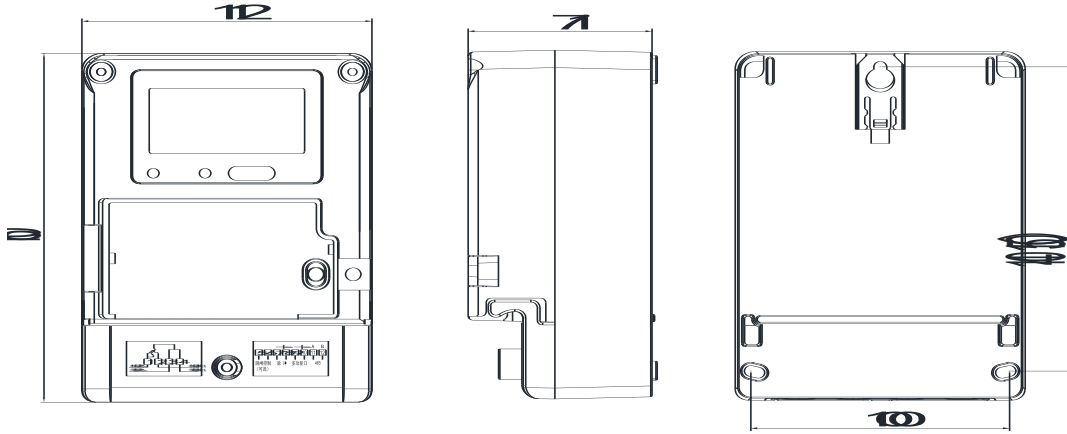

图3 安装尺寸简图
- 电能表上部有挂钩螺钉孔，用挂钩螺钉固定，电能表下部有两个安装孔，可用自攻螺钉固定在坚固、耐火的墙壁或接线板上，具体安装尺寸见图3；